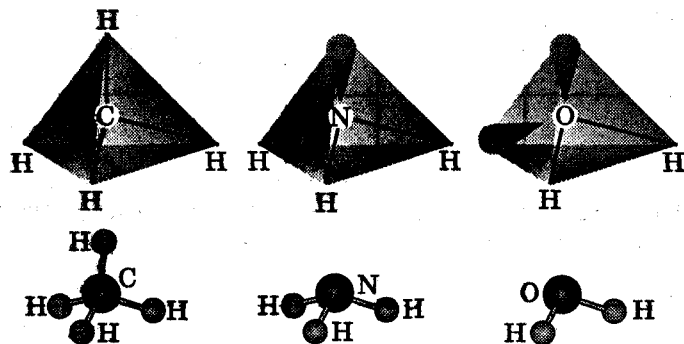

Рис. 3.4.
**Пример.** Молекулы с четырьмя электронными парами, находящимися в вершинах тетраэдра. В молекуле  $\text{CH}_4$  (тип  $\text{AX}_4$ ) все пары принадлежат одинаковым химическим связям, поэтому атомы водорода также расположены в вершинах тетраэдра. В молекуле  $\text{NH}_3$  (тип  $\text{AX}_3\text{E}$ ) одна пара электронов азота не связана с атомом водорода, поэтому молекула имеет форму треугольной пирамиды. Наконец, молекула  $\text{H}_2\text{O}$  (тип  $\text{AX}_2\text{E}_2$ ) с двумя неподеленными электронными парами имеет угловую форму (рис. 3.4).